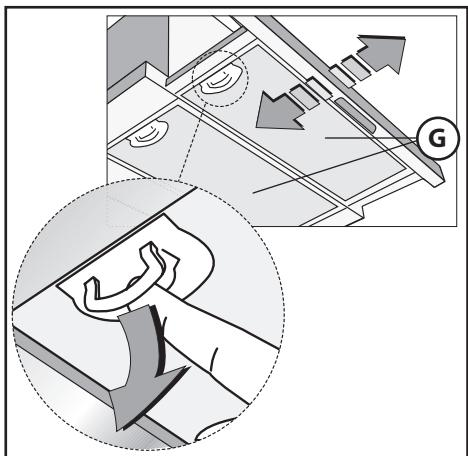
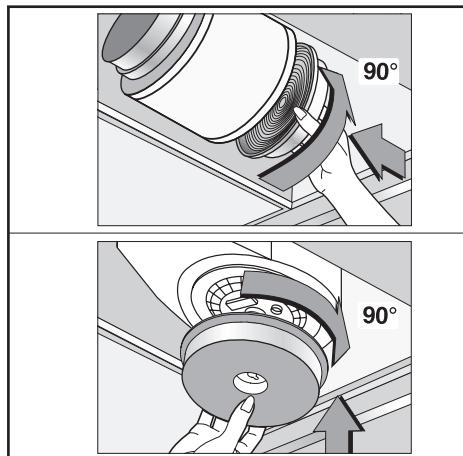

Fig.4
Fig.5
• La distanza minima fra la superficie di supporto dei recipienti di cottura sul dispositivo di cottura e la parte più bassa della cappa da cucina deve essere di almeno 65 cm. Se dovesse essere usato un tubo di connessione composto di due o più parti, la parte superiore deve essere all'esterno di quella inferiore. Non collegare lo scarico della cappa ad un condotto in cui circoli aria calda o utilizzato per evacuare fumi degli apparecchi alimentati da un'energia diversa da quella elettrica. Prima di procedere alle operazioni di montaggio, per una più facile manovrabilità dell'apparecchio disinserire i filtro/i antigrasso (Fig.4).
Per trasformare la cappa da versione aspirante a versione filtrante, richiedere al vostro rivenditore i filtri a carbone attivo. I filtri devono essere applicati al gruppo aspirante posto all'interno della cappa centrandoli ad esso e ruotandoli di 90 gradi fino allo scatto d'arresto (Fig.5). Per effettuare questa operazione rimuovere i pannelli **G** (Fig.4). L'aria viene rimessa nell'ambiente attraverso un tubo di evacuazione aria passante attraverso il mobile e collegato alla flangia **H** (Fig.3B).